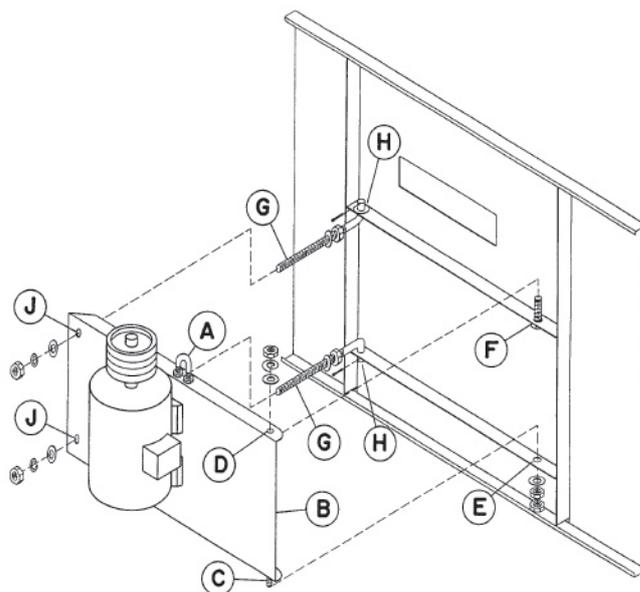

Рис. 23. Монтаж электродвигателя
1. Перед монтажом основания электродвигателя внимательно изучите рис. 23.